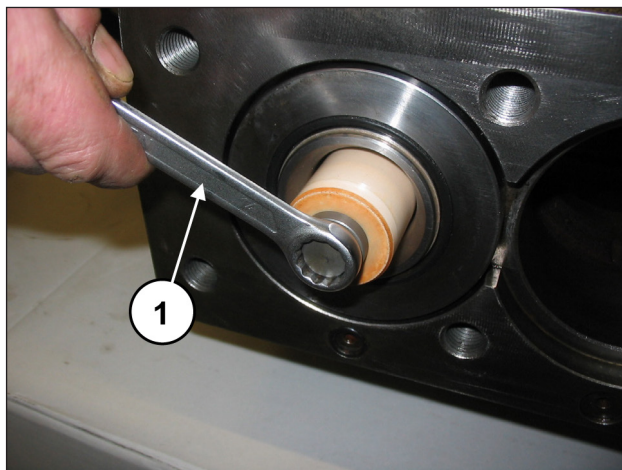

Fig. 138
Desmontar los pistones aflojando los tornillos de fijación (pos. ①, Fig. 138).